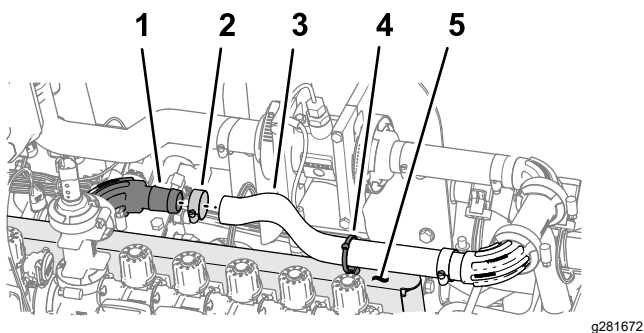

Рисунок 111
1. Установите шланг (1 x 16 дюймов) на прямоугольный фланцевый штуцер (1 дюйм), как показано на Рисунок 111.
2. Закрепите шланг на фланцевом штуцере шланговым хомутом (Рисунок 111).
3. Вставьте кабельную стяжку / вставной держатель в отверстие в верхней части опоры крепления клапанов, как показано на Рисунок 111.
4. Закрепите кабельную стяжку / вставной держатель (Рисунок 111) вокруг шланга (1 x 16 дюймов).